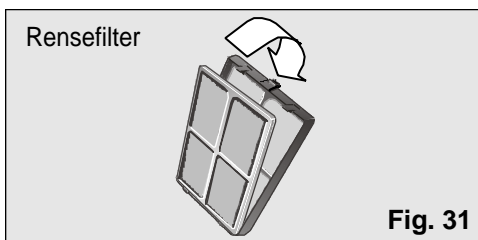

Fig. 31
- Sett rensefilteret inn i standardfilteret som vist på **Fig. 31**.